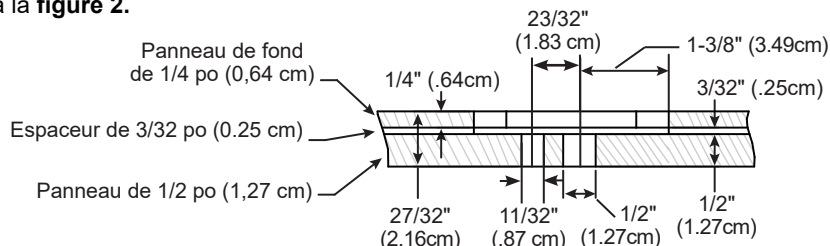

Figure 2
- À l'aide d'une toupie, d'un guide de ligne droite et d'une fraise de 1 po (2,54 cm), fraisez un panneau de fond de 1/4 po (0,64 cm) et un espaceur de 3/32 po (0,25 cm) pour créer deux trous de dégagement pour les trous de montage de la poignée définis aux étapes 1 à 7.6. Voyez les **figures 2 et 3**.
- À l'aide de colle à bois, collez le panneau de fond de 1/4 po (0,64 cm) et l'espaceur de 3/32 po (0,25 cm) sur l'arrière du panneau personnalisé extérieur. Les trous doivent dégager les trous de montage de la poignée. La coupe transversale doit ressembler à la **figure 2**.